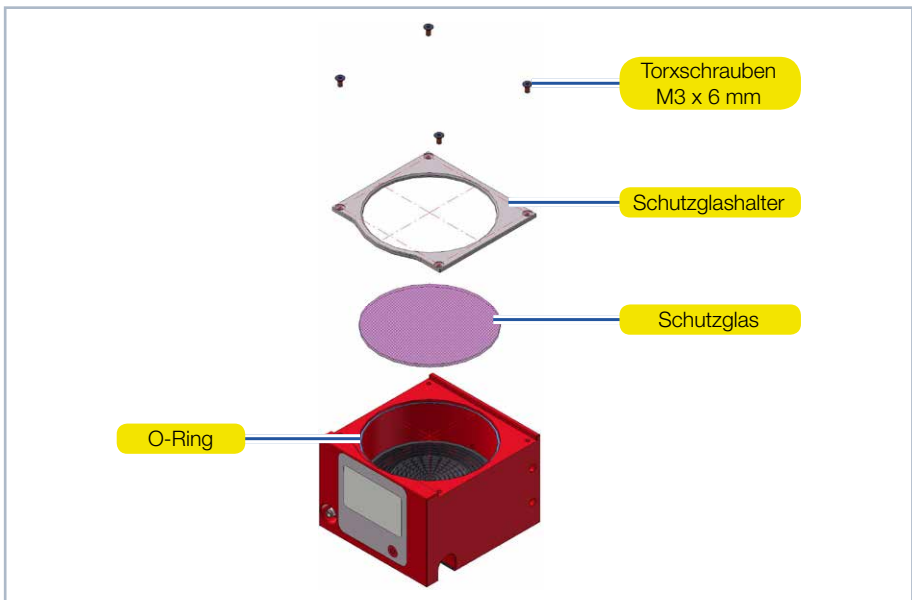

Abb. 16.1: Schutzglas am Cube L wechseln
3. Legen Sie das Gerät gemäß der Abb. 16.1 auf Seite 47 ab und nehmen Sie den Schutzglashalter vorsichtig nach oben ab.
6. Setzen Sie den Schutzglashalter gemäß der Abb. 16.1 auf Seite 47 auf.